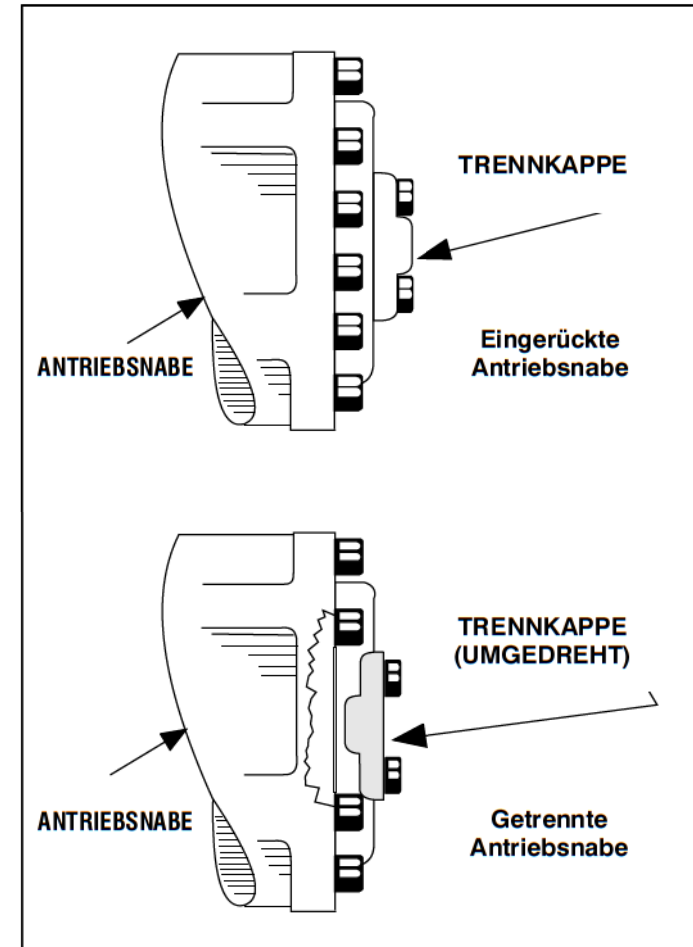

Abbildung 4-4. Antriebstrennnabe
3. Die Antriebsnaben trennen, indem die Trennkappen umgedreht werden. Siehe Abbildung 4-4., Antriebstrennnabe.
Wenn die Maschine mit einem Decken- oder Mobilkran angehoben werden muss, ist es sehr wichtig, dass die Hebevorrichtungen nur an den vorgesehenen Hebeösen befestigt werden und der Drehwagensperrstift eingerastet ist. (Siehe Abbildung 4-4. Hubdiagramm.)